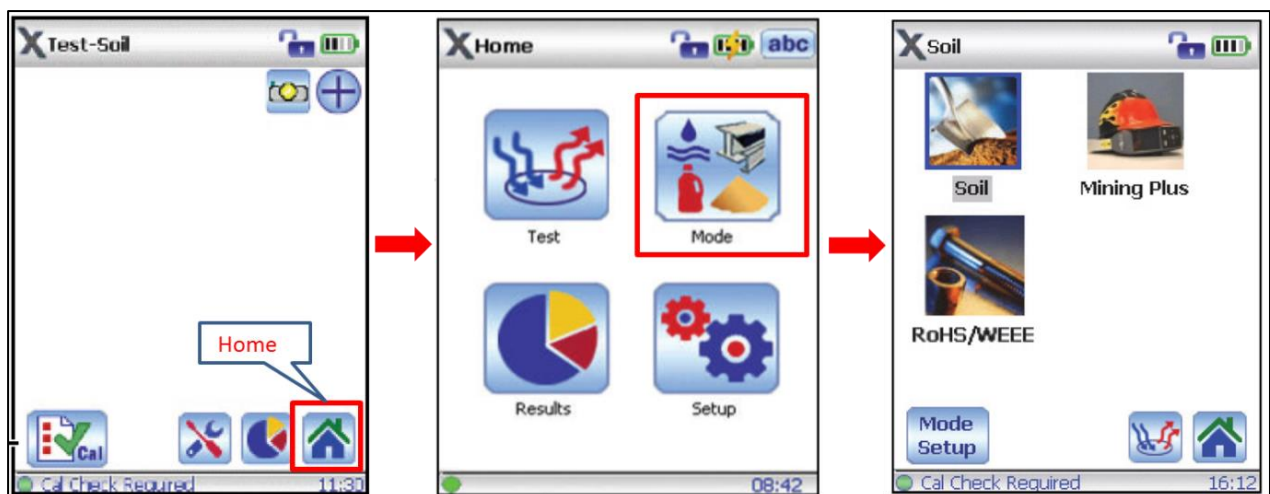

Figura 16 – Imagem mostrando as telas com ícone para escolha do modo de análise.
- Antes de iniciar as leituras nas amostras, selecione o modo de análise desejado (*Mining*, *Soil* ou outro), clicando no ícone *HOME* com o desenho “” (Figura 16). Em seguida clicar em *Mode* e click no modo de análise desejado (Figura 16).